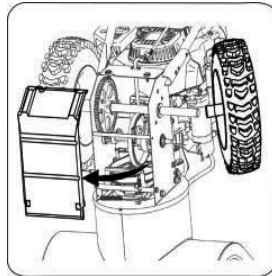

Bild 31
b. Ta bort det högra hjulet genom att ta bort skruven och brickan som håller fast det på axeln. Se bild 31.